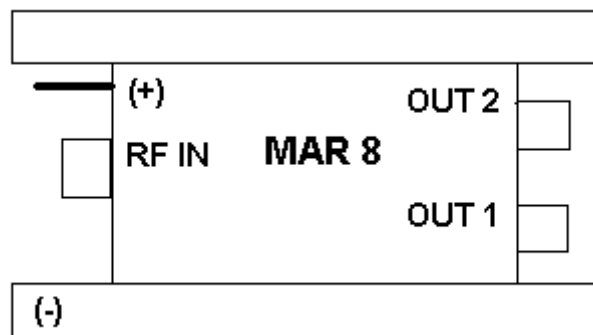

Figura 2-58. Amplificador Mar 8.
- b. Fije la fuente en 12 V DC y conéctela al Amplificador como se muestra en la Figura 2-58.